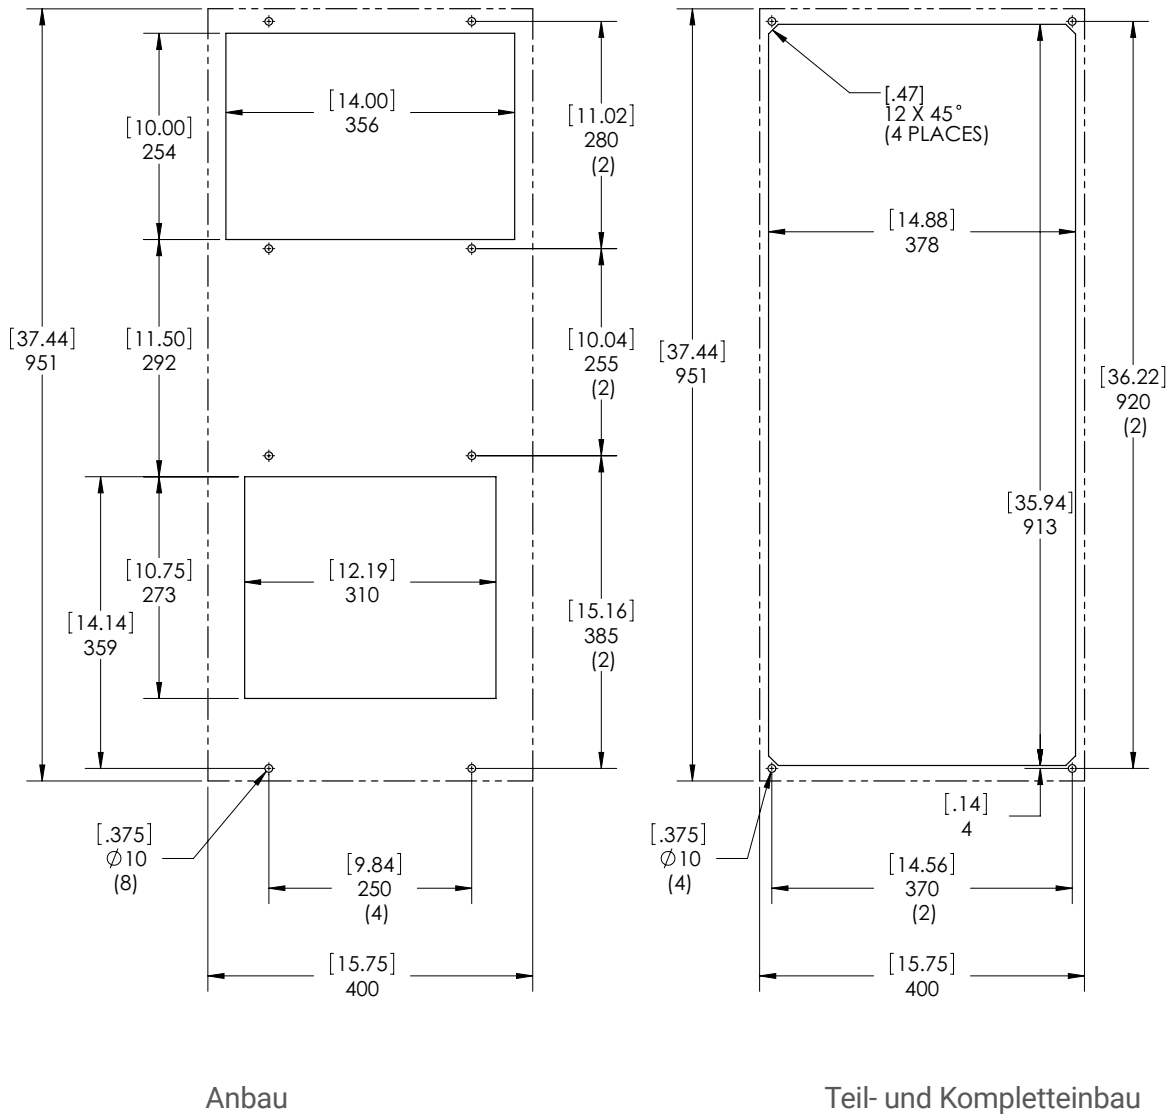

Figure 15
2. Bereiten Sie den Schrank anhand der mitgelieferten Ausschnittschablone vor (siehe Figure 15). An der Vorderseite des Geräts muss ein Abstand von mindestens 0,5 m eingehalten werden, damit der Luftstrom nicht behindert wird. An den Seiten des Geräts müssen jeweils mindestens 5 cm Abstand eingehalten werden. Damit die Kondensatauffangwanne nicht überläuft, darf das Gerät nicht mehr als 3° zur Ebene geneigt sein.